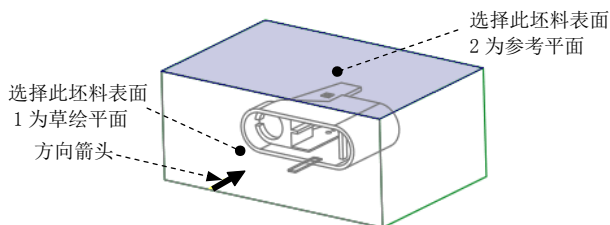

图 19.20 定义草绘平面
(1) 单击 **编辑模具体积块** 操控板 **形状** 区域中的  按钮, 此时系统弹出“拉伸”操控板。
(2) 定义草绘截面放置属性。右击, 从弹出的菜单中选择 **定义内部草绘...** 命令; 在系统  的提示下, 选取图 19.20 所示的坯料表面 1 为草绘平面, 接受图 19.20 中默认的箭头方向为草绘视图方向, 然后选取图 19.20 所示的坯料表面 2 为参考平面, 方向为 **上**, 单击 **草绘** 按钮, 此时进入草绘环境。